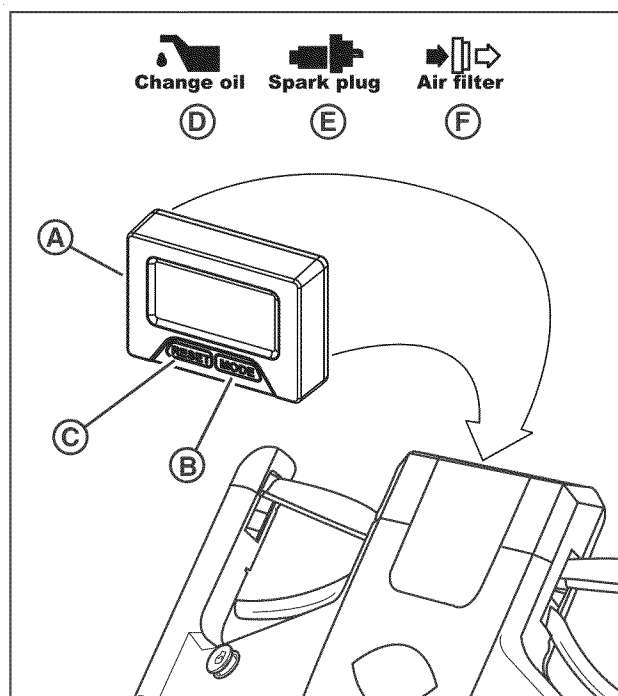

Figure 13 : Aide-mémoire d'entretien
L'aide-mémoire d'entretien (**A, Figure 13**) fournit des rappels opportuns des points d'entretien importants. Il est pourvu de six (6) modes d'affichage :